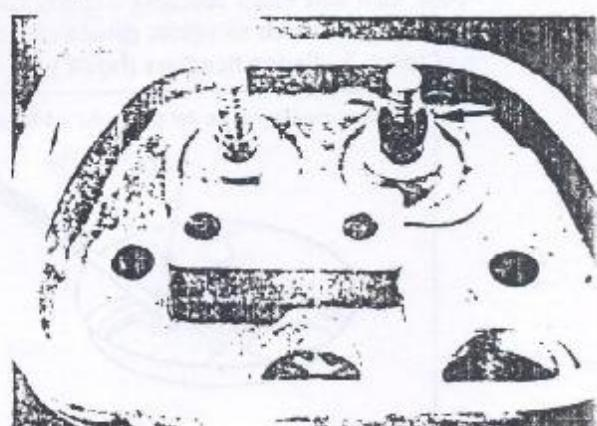

Figura 1.09.2 - Vedador da haste da válvula
5. Remover os vedadores das hastas das válvulas (Figura 1.09.2).
2. Instalar os vedadores das hastes das válvulas (Figura 1.09.2)